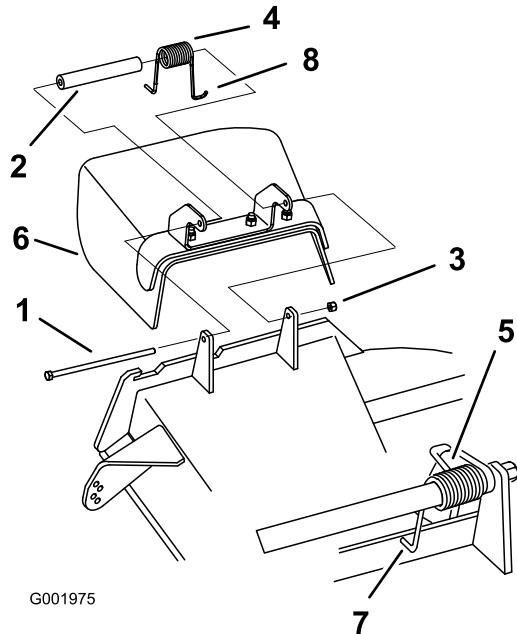

Figure 80
1. Retirez le contre-écrou, le boulon, le ressort et l'entretoise qui fixent le déflecteur aux supports de pivot (Figure 80). Enlevez le déflecteur s'il est endommagé ou usé.
Remarque: Prenez soin de placer l'extrémité en L du ressort derrière le bord du plateau avant de mettre le boulon en place, comme indiqué à la Figure 80.
- Remettez le boulon et l'écrou. Accrochez l'extrémité en **J** du ressort au déflecteur d'herbe (Figure 80).